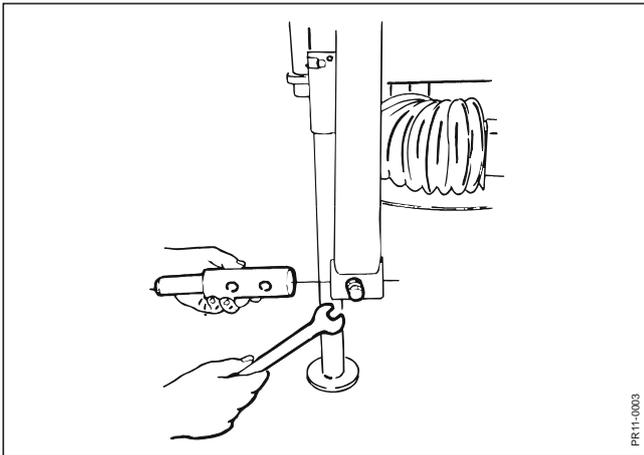

Fig. 2-3
- Fig. 2-3:** Der rechte Zapfen kann zur Seite versetzt werden und so der Breite des Schleppers angepaßt werden.